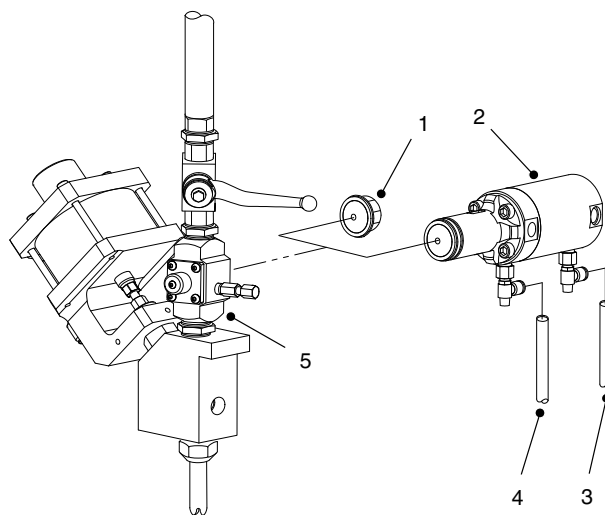

Figura 2 Installazione dell'iniettore d'aria
1. Vedi figura 2. Rimuovere il tappo (1) dal collettore dell'iniettore d'aria (5). Assicurarsi che l'o-ring rimanga nella scanalatura del corpo del collettore.
2. Lubrificare l'o-ring e i filetti dell'iniettore d'aria (2) con grasso generico.
3. Installare l'iniettore d'aria (2) sul collettore (5) e serrare a mano.
1. Vedi figura 2. Scollegare i tubi dagli attacchi di estensione (1) e retrazione (2).
2. Rimuovere l'iniettore d'aria (2) dal collettore (5). Applicare grasso generico sull'area della valvola di controllo nell'attacco.
3. Installare il tappo (1) sul collettore (3) e stringere bene.